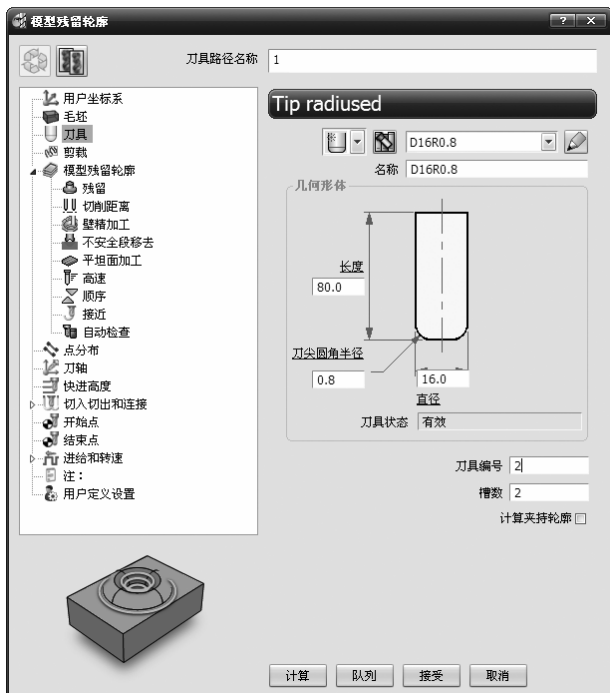

图 2-89 “模型残留轮廓”对话框
3) 单击主工具栏上的“刀具路径策略”按钮,弹出“策略选取器”对话框,单击“三维区域清除”选项卡,选中“模型残留轮廓”选项,单击“接受”按钮,弹出“模型残留轮廓”对话框,如图 2-89 所示。